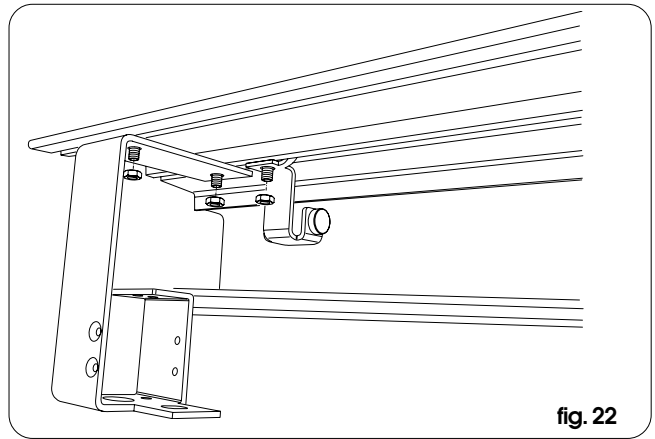

fig. 22
- Zet de zijbeugels op de uiteinden van de dwarsbalk vast met behulp van de buitenste trekschroeven die eerder zijn aangebracht (fig. 22).
- monteer de mechanische aanslagen voor opening en sluiting op het steunprofiel zoals op fig. 22 met behulp van de buitenste trekschroeven die eerder zijn aangebracht en nog niet gebruikt zijn.
- monteer de mechanische aanslagen voor opening, zoals op fig. 22, met behulp van de buitenste trekschroeven die eerder zijn aangebracht en nog niet gebruikt zijn.